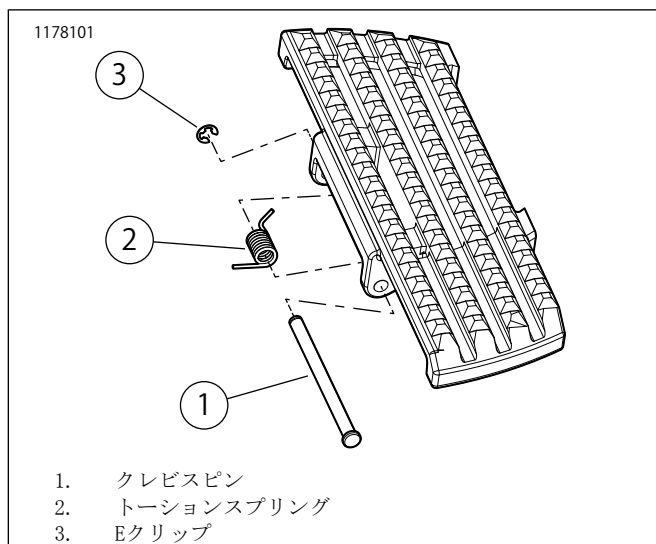

図2。ライダーフットボードの取り付け
- キット50500869, 50500872: 「図2」を参照してください。フットボードを外します。
- 「図2」を参照。フットボードを取り付けます。